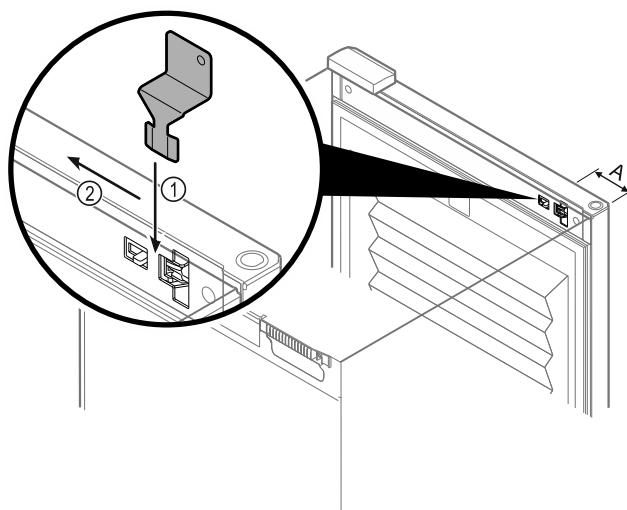

Fig. 165
(1) Bloquear el cierre	(3) Led de estado
(2) Desbloquear el cierre	(4) Orejeta de fijación
- ▶ Pulsar el botón *Fig. 165 (1)* del mando a distancia.
- ▶ Pulsar el botón *Fig. 165 (2)* del mando a distancia.
- ▶ El led de estado *Fig. 165 (3)* proporciona información visual cuando se pulsa el botón.
- ▶ Orejeta *Fig. 165 (4)* para colgar el mando a distancia, como un llavero.